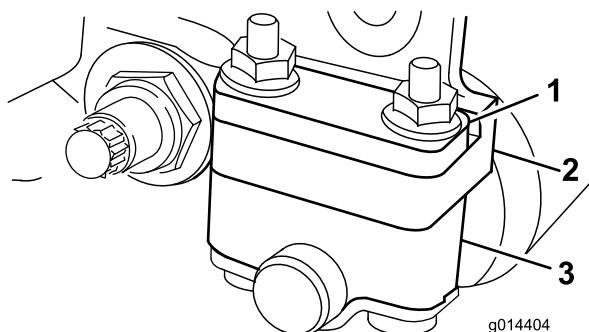
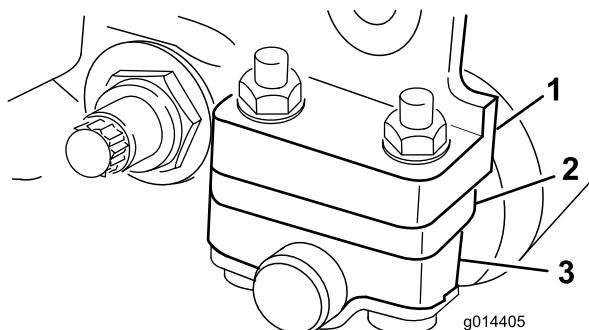

Figure 12
Figure 13
- Réglez les supports du rouleau arrière (Figure 12 ou Figure 13) à la position supérieure ou inférieure selon la plage de hauteur de coupe voulue.
Placez l'entretoise au-dessus de la bride de fixation de la plaque latérale (réglage d'usine) lorsque les hauteurs de coupe sont comprises entre 1,5 et 6 mm (Figure 12).
Placez l'entretoise en dessous de la bride de fixation de la plaque latérale lorsque les hauteurs de coupe sont comprises entre 3 et 25 mm (Figure 13).